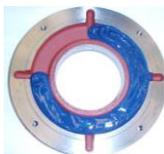

Figura 7.5: Anel de fixação externo do mancal
- Preencher  $\frac{3}{4}$  do depósito dos anéis de fixação interno e externo com a graxa recomendada (Figura 7.5) e lubrificar o rolamento com quantidade suficiente de graxa antes de montá-lo;
Quando o mancal for aberto, injetar a graxa nova através da graxeira para expelir a graxa velha que se encontra no tubo de entrada da graxa e aplicar a graxa nova no rolamento, no anel interno e anel externo, preenchendo  $\frac{3}{4}$  dos espaços vazios, conforme mostrado na Figura 7.5. No caso de mancais duplos (esfera + rolo), preencher também  $\frac{3}{4}$  dos espaços vazios entre os anéis intermediários; Nunca limpar o rolamento com panos a base de algodão, pois podem soltar fiapos, servindo de partícula sólida.